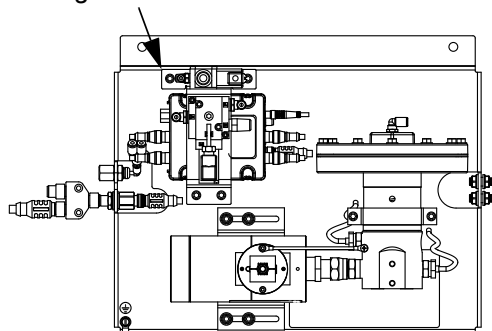

FIG. 36: Utmatningsventilens solenoid
4. Om utmatningsventilen inte kan aktiveras från kontrollcentret, se FIG. 36 och utför följande steg för att öppna utmatningsventilen och avlasta vätsketrycket:
- a. Aktivera kolven på solenoiden manuellt för att öppna alla utmatningsventiler som är kopplade till denna vätskeplatta och avlasta vätsketrycket. Se FIG. 36.